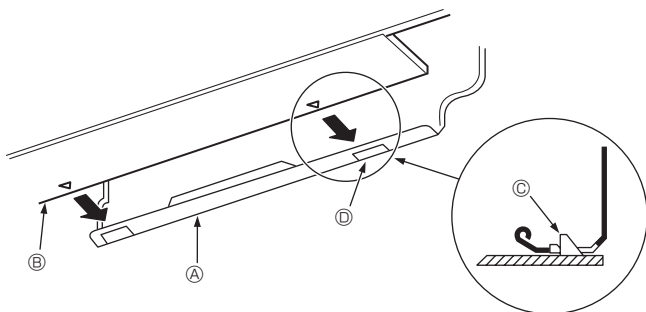

Fig. 3-10
3. Սառնագենտի խողովակները և դրենաժային ճկափողը պատի ներթափանցող անցքի (ներթափանցող պարկուճի) մեջ գետեղելիս ներքին բլոկի վերևի մասը կախեք մոնտաժային հարթակ ①-ից:
5. Ամրացրեք ներքին բլոկի ստորին մասը՝ մոնտաժային հարթակի ① ուղղությամբ այն հրելու միջոցով: (Fig. 3-10)
* Ստուգեք, որ ներքին բլոկի ստորին մասի բռնակները ապահով կերպով մտնեն մոնտաժային հարթակ ①-ի վրա գտնվող կեռիկների մեջ: